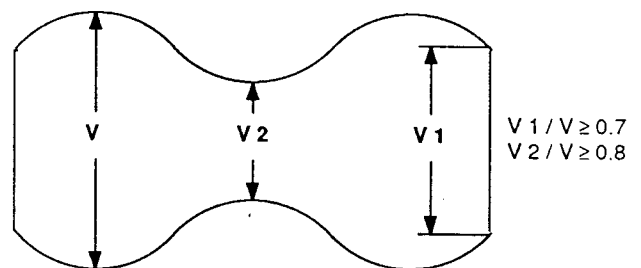

Fig. 36
- Tracking auf maximale Hüllkurvenamplitude einstellen. Diese muß folgende Grenzwerte einhalten (Fig. 36):
- Adjust the tracking to obtain maximum FM envelope amplitude. This must produce the following basic values (Fig. 36):